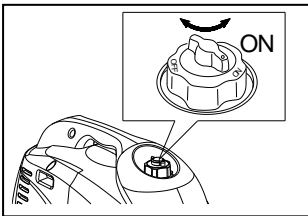

Fig.15
1. Colocar el botón giratorio de toma de aire del tapón del depósito de carburante en la posición "ON" (Fig.15).